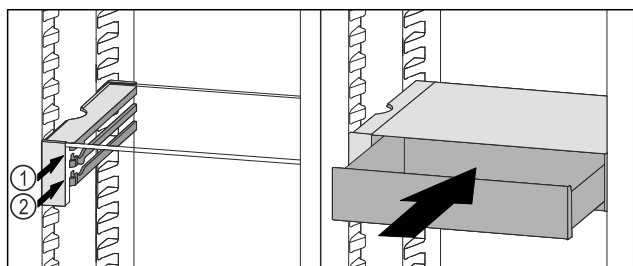

Fig. 112
- ▶ Nasadte zásuvku VarioSafe za zářičky na požadovaném žebro (Fig. 112 (1) nebo Fig. 112 (2)).